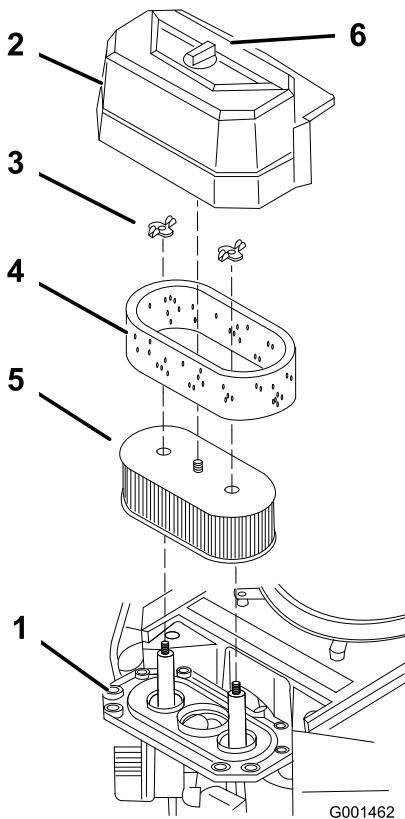

Figura 32
3. Limpie alrededor del limpiador de aire de forma que la suciedad no penetre en el motor y cause daños (Figura 32).
4. Desenrosque el pomo de la cubierta y retire la cubierta del limpiador de aire (Figura 32).
5. Desenrosque las 2 tuercas de orejeta y retire el conjunto del limpiador de aire (Figura 32).
6. Retire cuidadosamente el filtro de gomaespuma del filtro de papel (Figura 32).
1. Deslice cuidadosamente el filtro de gomaespuma sobre el filtro de papel (Figura 32).
2. Coloque el conjunto del limpiador de aire sobre la base del limpiador de aire y fíjelo con 2 tuercas de orejeta (Figura 32).
3. Coloque en su posición la cubierta del limpiador de aire y apriete el pomo de la cubierta (Figura 32).
No limpie el filtro de papel. Cámbielo después de 200 horas de funcionamiento (Figura 32). Compruebe que el filtro no está roto, que no tiene una película aceitosa y que la junta de goma no está dañada. Cámbielo si está dañado.